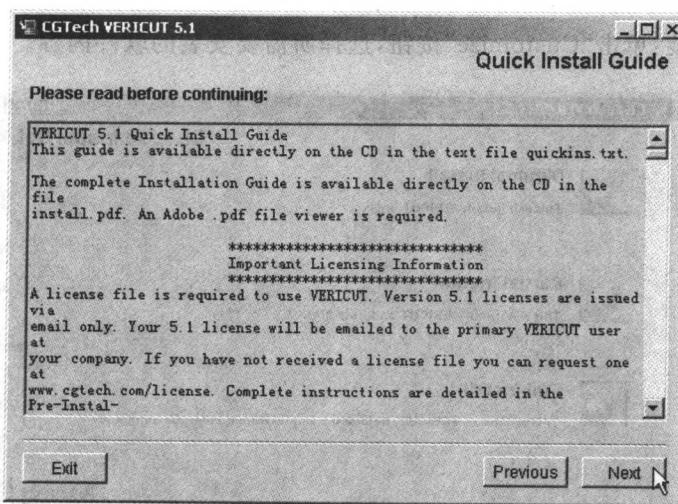

图 1-9 “Quick Install Guide”对话框
(4) 单击“Next”按钮,弹出如图 1-9 所示的“Quick Install Guide”对话框,显示 VERICUT 5.1 软件的快速安装指南,包括该软件的系统需求、预安装及其正式安装步骤等。